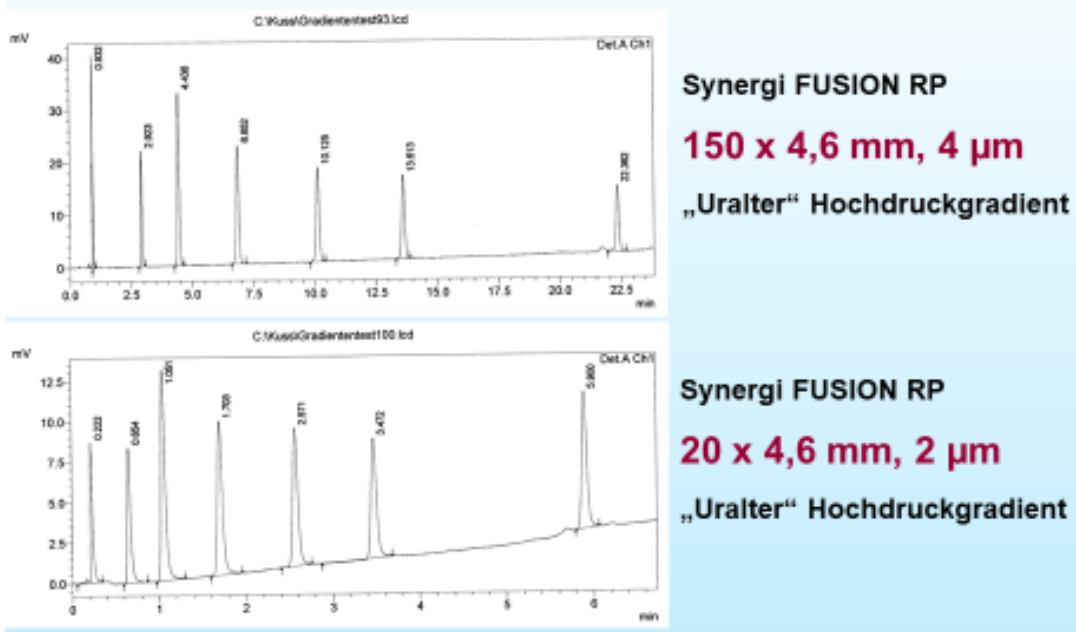

Abb. 2: Zum Einfluss der Säulenlänge im Gradientenmodus, Details, siehe Text
Durch eine Verlängerung der Säulenlänge ergibt sich eine höhere Bodenzahl. Eine solche kann bei isokratischen Trennungen die Auflösung merklich verbessern. Im Gradientenmodus spielt die Säulenlänge eine untergeordnete Rolle: An einer 20-50 mm-Säule sind 10-15 Peaks in der Regel gut zu trennen, siehe Abbildung 2, entnommen aus (1).